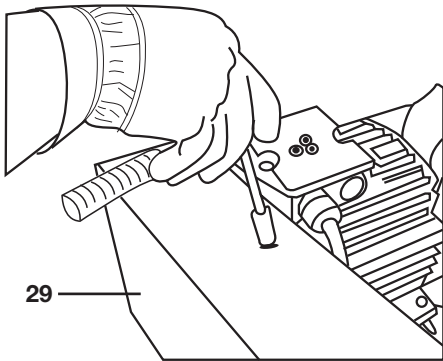

Bild 28
- Schrauben Sie den Keilriemenschutz (29) ab (SW 10) (siehe „Bild 28 und 29“).